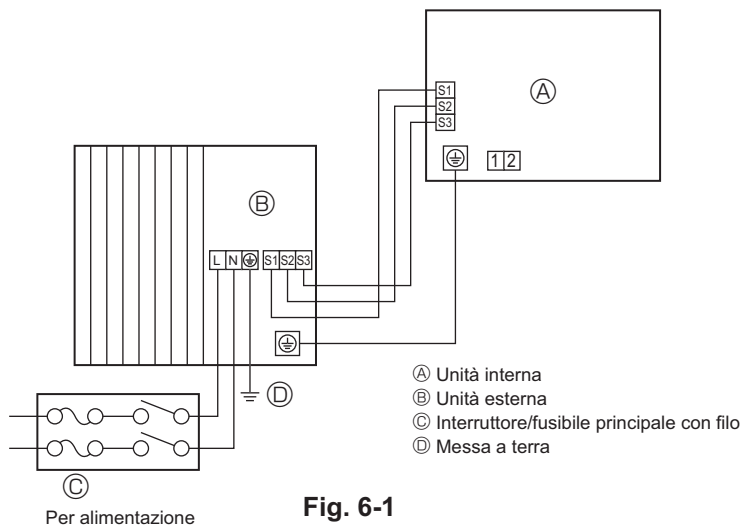
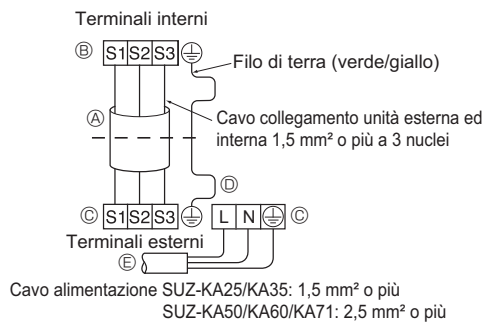
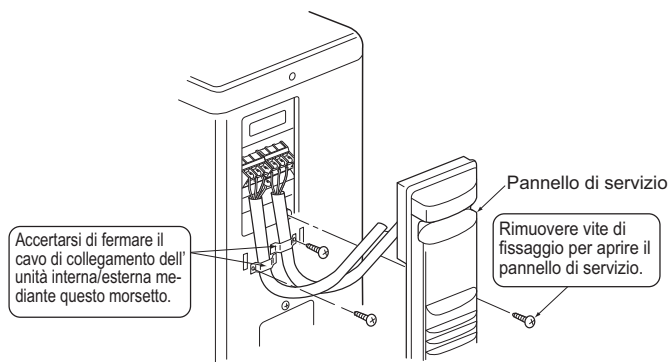
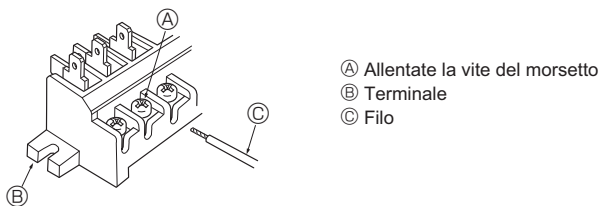

Fig. 6-1
Fig. 6-2
Fig. 6-3
Fig. 6-4
### 6.1. Unità esterna (Fig. 6-1, Fig. 6-2, Fig. 6-3, Fig. 6-4)
- ① Rimuovere il pannello di servizio.
- ② Collegare i cavi facendo riferimento alla Fig. 6-1, Fig. 6-2, Fig. 6-3 e Fig. 6-4.
- Eseguire i collegamenti elettrici seguendo lo schema ripreso qui sotto a sinistra (Procurarsi il cavo localmente). (Fig. 6-2)
- **State attenti a non invertire i fili. (Fig. 6-4)**